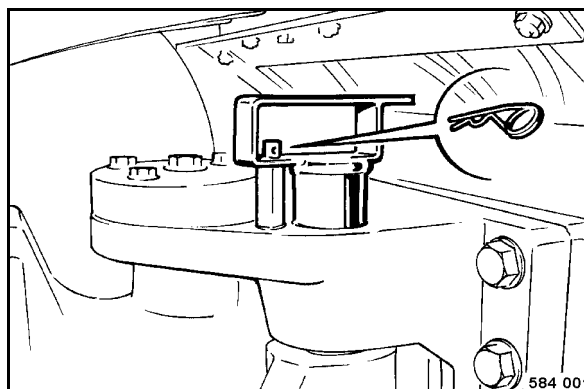

fig. 119
- Après le transport, retirer à nouveau la sécurité d'articulation (fig. 119), la fixer dans son support et la bloquer au moyen de l'agrafe.